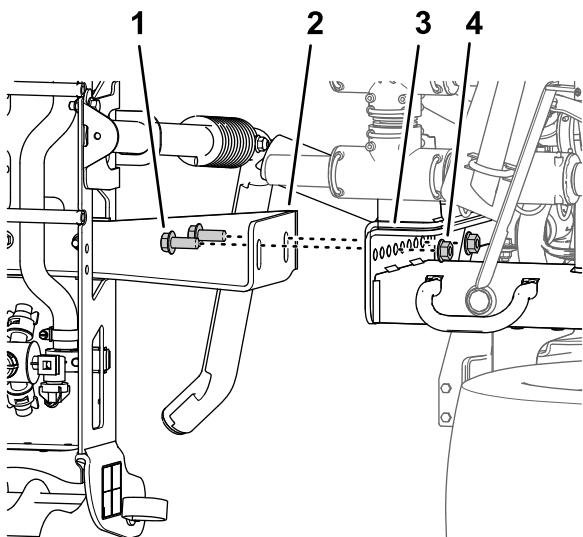

Bild 47
4. Entfernen Sie die vier Bundkopfschrauben (1/2" x 1-1/4") und vier Sicherungsbundmuttern (1/2"), mit denen die Stützhalterungen des mittleren Sprühabschnitts an der Befestigungsplatte am Rahmen der Maschine befestigt sind, und nehmen Sie den mittleren Sprühabschnitt von der Maschine ab (Bild 47).